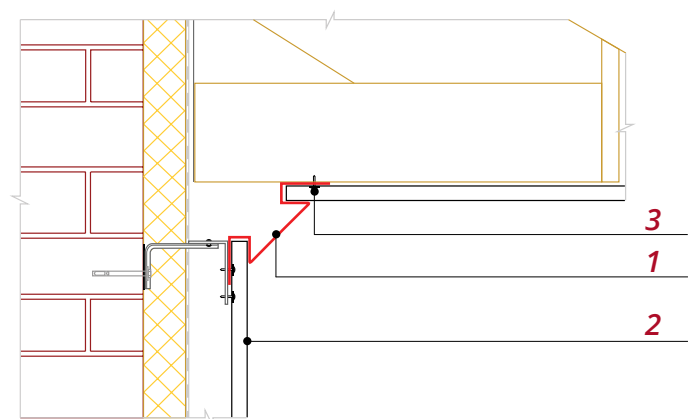

Рис. 6
- Более эстетичным вариантом перехода является вариант с использованием Планки угла внутреннего сложного (рис. 6).